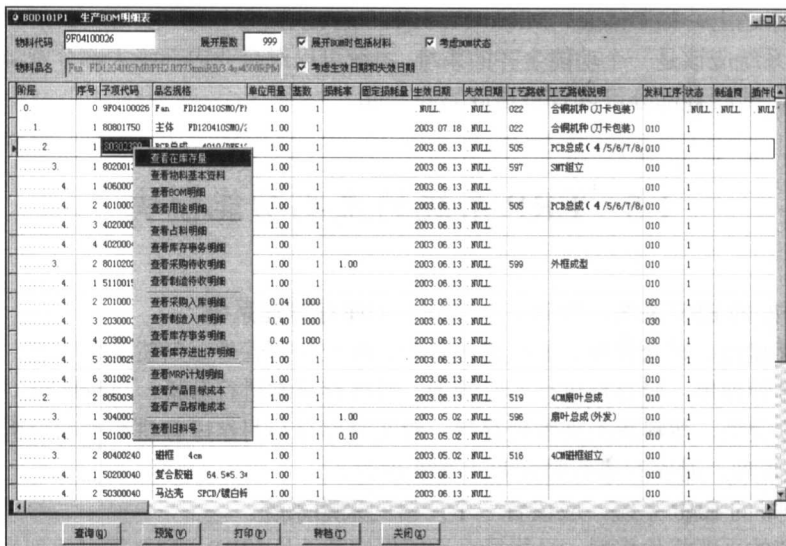

图 1-8 在物料代号栏按鼠标右键可弹出菜单以查询物料相关资料
- ERP 系统应该是一个**操作简单方便**的系统, 用户在数据输入、查询等操作时, 不用退出当前的程序, 通过按鼠标右键, 可以快速地查询其他相关资料, 例如, 在物料代码栏按右键可查询物料的有关资料, 如下页图 1-8 所示。